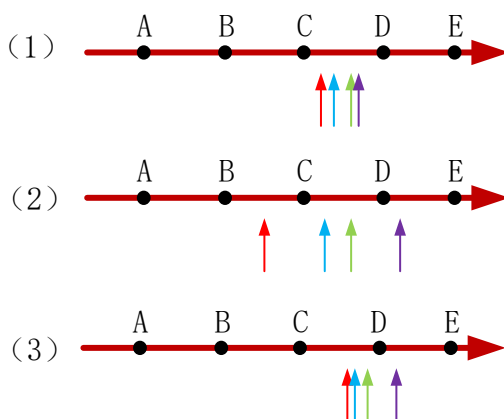

图 12 时间判定机制原理
我们来观察图 12 时间判定机制，深红色数轴表示时间，上面 ABCDE 五个点将数据分为五个区域，线段 AB, BC, CD, DE 为 4 个有效时间段，下面四个颜色的箭头为四个传感器传递四个权重系数不一样数值，先看图 (1)，在 (1) 中，四个箭头落入 CD 线段，在一个有效时间段，则该四个数据判定为有效数据，然后树莓派就会进行加权计算，如果结果超过 1 则认定为是盗窃行为；再看图 (2)，红色箭头落入 BC 线段，绿色和蓝色落入 CD 线段，紫色线段落入 DE，跨越了三个区域，则很显然，该组传递数据被抛弃；再看图 (3)，三个传感器的数据落入 CD 线段，但是第四个紫色箭头落入了 DE 线段，此时应该判定为无效数据，但这种情况，还是会被判定为有效数据，为什么？因为红色箭头和紫色箭头的距离长度没有超过 AB, BC, CD, DE 线段的长度。也就是说，这里判定的是相对长度。